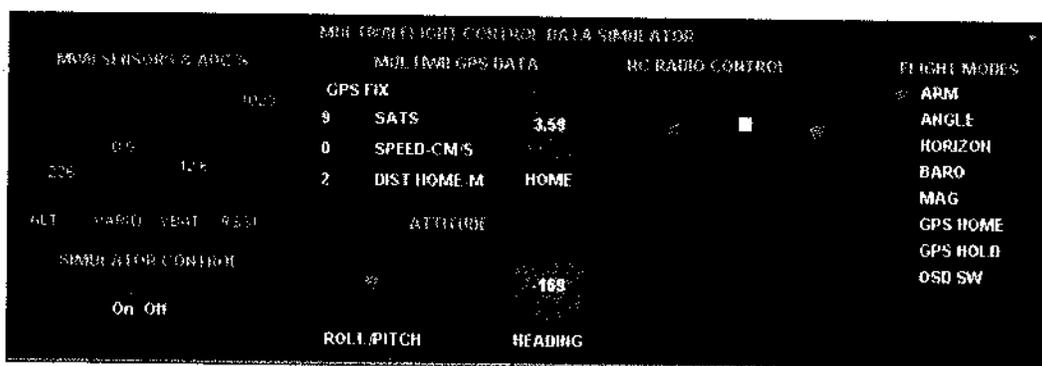

Рис. 6.42. Секция симулятора данных MultiWii
**MULTIWIPI FLIGHT CONTROL DATA SIMULATOR** — в этой секции конфигуратор симулирует данные (рис. 6.42), поступающие из полетного контроллера под управлением MultiWii. Очень удобная опция, позволяющая полностью настроить и проверить работу модуля OSD на столе, не используя пульт радиуправления и полетный контроллер. При помощи симулятора можно не только привыкнуть к отображаемой информации перед взлетом. В прошивке KV\_Team\_OSD v.2.3 имеется возможность точной настройки расположения элементов экрана при помощи стиков пульта, и симулятор для этой цели вполне подходит.